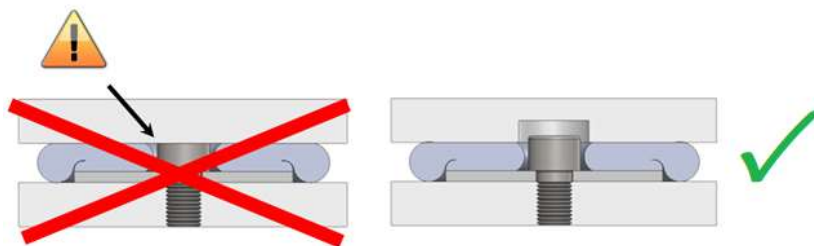

Bild 10: Kollision mit Verbindungselementen verhindern!
4.8 Bei allen Befestigungen ist sicherzustellen, dass bei Einfederung des Puffers die Verbindungselemente nicht mit der Gegendruckplatte kollidieren (Bild 10). U.U. müssen in die Gegendruckplatte geeignete Aussparungen eingebracht werden, um dies auszuschließen.